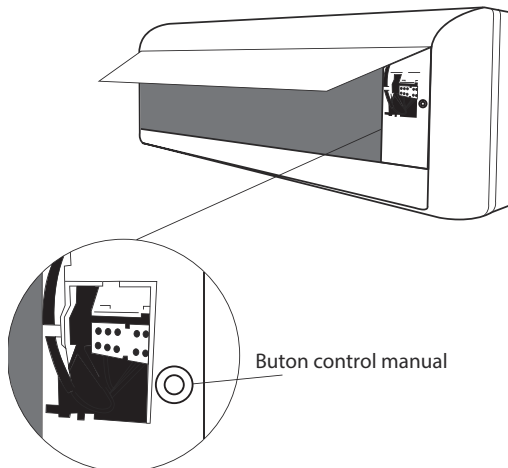

Fig. 8.1
2. Butonul de control manual este localizat în partea dreaptă a unității. Apăsați acest buton de două ori pentru a alege funcția RĂCIRE (COOL). Consultați Fig.8.1.